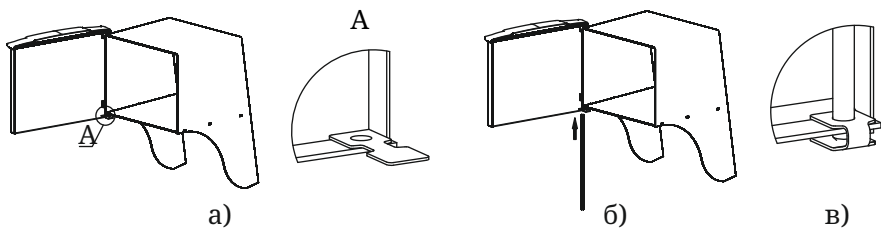

Рисунок 8. Установка дверцы при монтаже печи
2. Установите дверцу на втулки топливного канала, совместив отверстия (рисунок 8.а);
3. Совместите отверстие упора с нижним отверстием каркаса, при этом упор должен располагаться внутри каркаса (рисунок 8а);
4. Вставьте через отверстия снизу вверх (рисунок 8.б),
5. Подогните упор, фиксируя конец оси между площадками упора (рисунок 8.в).